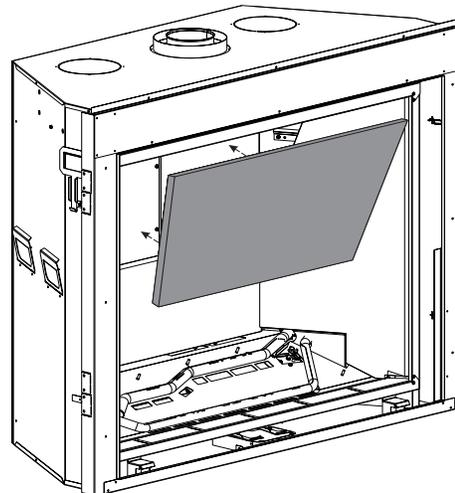

Figure 4
3. Placer le REVÊTEMENT ARRIÈRE DU DESSUS sur le dessus du REVÊTEMENT ARRIÈRE DU BAS et l'appuyer contre le côté droit de la CHAMBRE DE COMBUSTION et LE CÔTÉ DU REVÊTEMENT DROIT. **Voir Figure 4.**